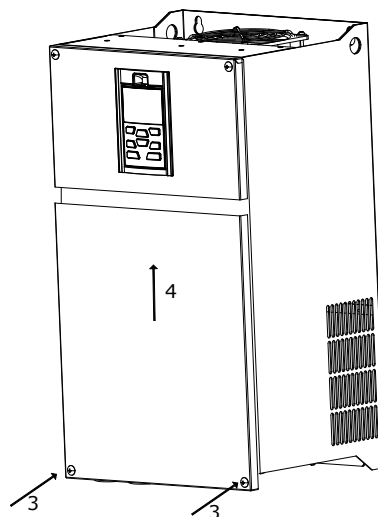

Рисунок 2.14 — Установка нижней крышки ПЧ OptiCore A600-H45K-380-D-T и ПЧ большей мощности
- установить нижнюю крышку в направлении 4 и зафиксировать двумя невыпадающими винтами (см. рисунок 2.14, поз. 3) с помощью крестовой отвертки;